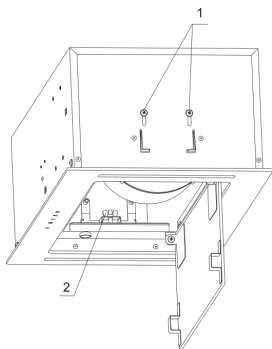

Рис. 5
6.5.1 Отверткой, отпустите с обеих сторон на 0,5 оборота четыре винта (позиция 1 рис.5). После этого откройте внутреннее стекло и вытяните жирулавливающий алюминиевый фильтр.
6.5.2 Рукой, с обеих сторон, открутите на 5 оборотов (полностью не откручивать) гайку барашковую (позиция 2 рис.5).
6.5.3 Вставьте вытяжку в прорезанное прямоугольное отверстие, слегка нажав упругие зажимы (рис.5). Рукой, с обеих сторон, закрутите гайку барашковую (позиция 2 рис.5) до полного прилегания вытяжки до дна нижней полке навесной мебельного шкафа.